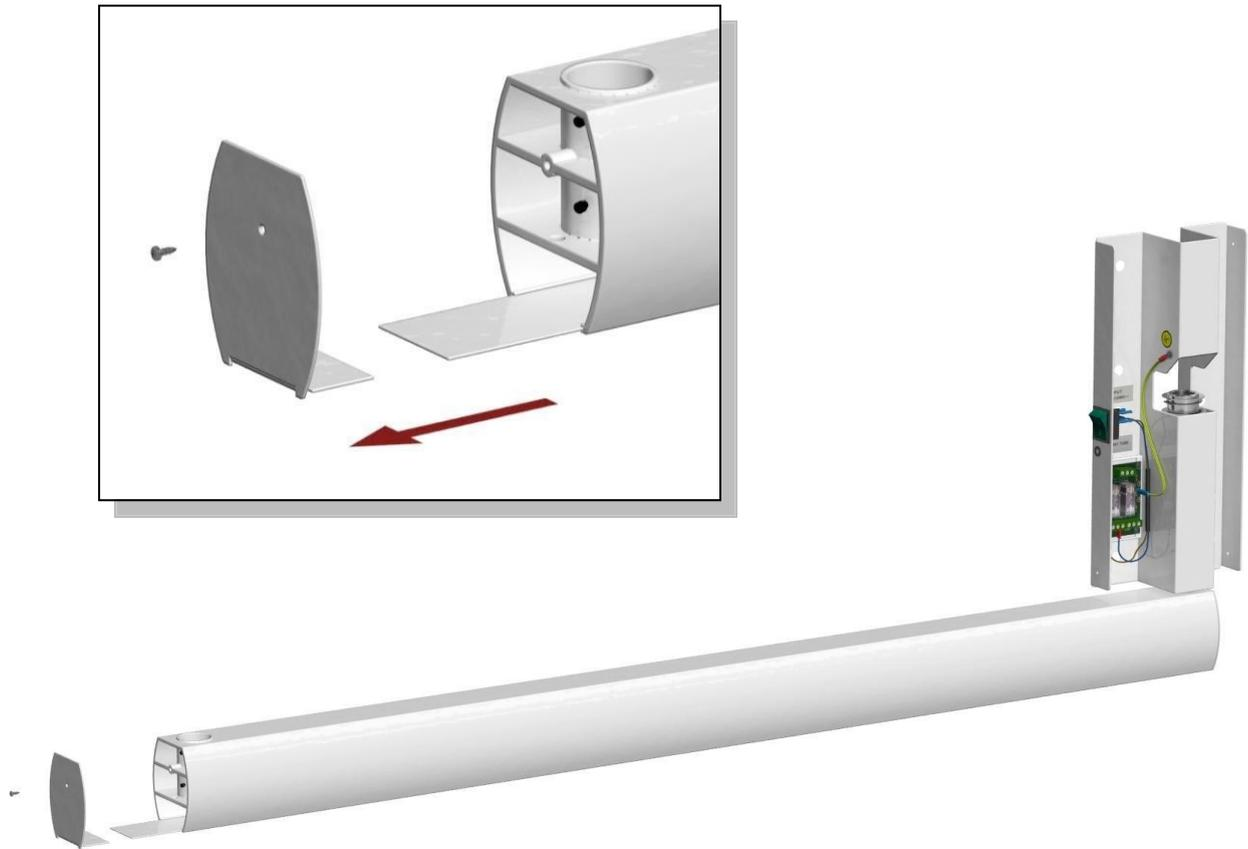

Abb. 4
- ✓ Bauen Sie den SEGER wieder zusammen, lösen Sie die Frontabdeckung und schieben Sie die untere Abdeckleiste ab (Abb. 4).